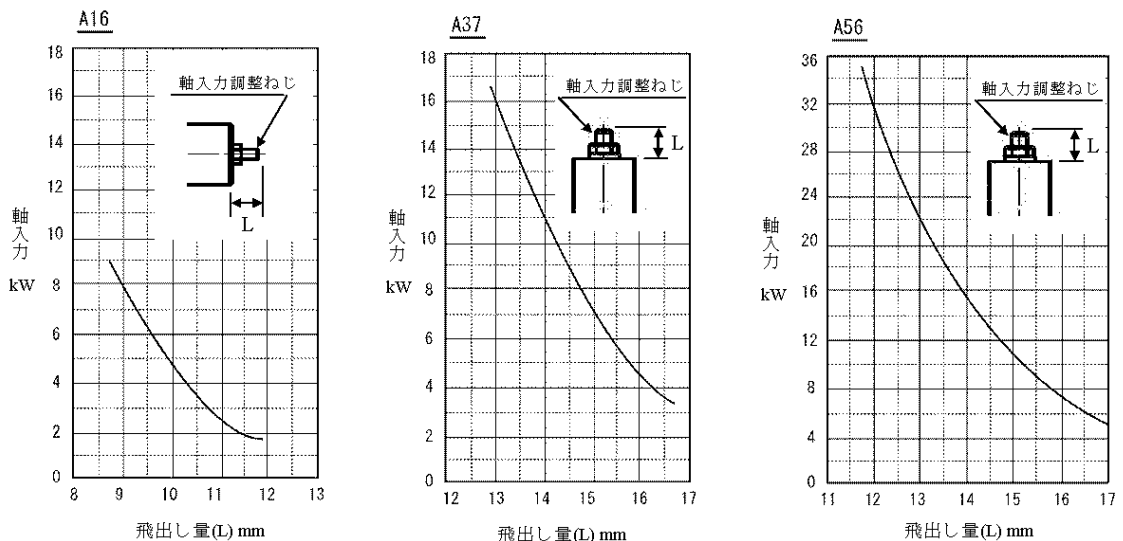

図11 吐出し量調整ねじの飛出し量Lと理論押しのけ容積
調整量の目安として、図 11 から軸入力と調整ねじの飛出し量 (L) との関係性を求め調整してください。